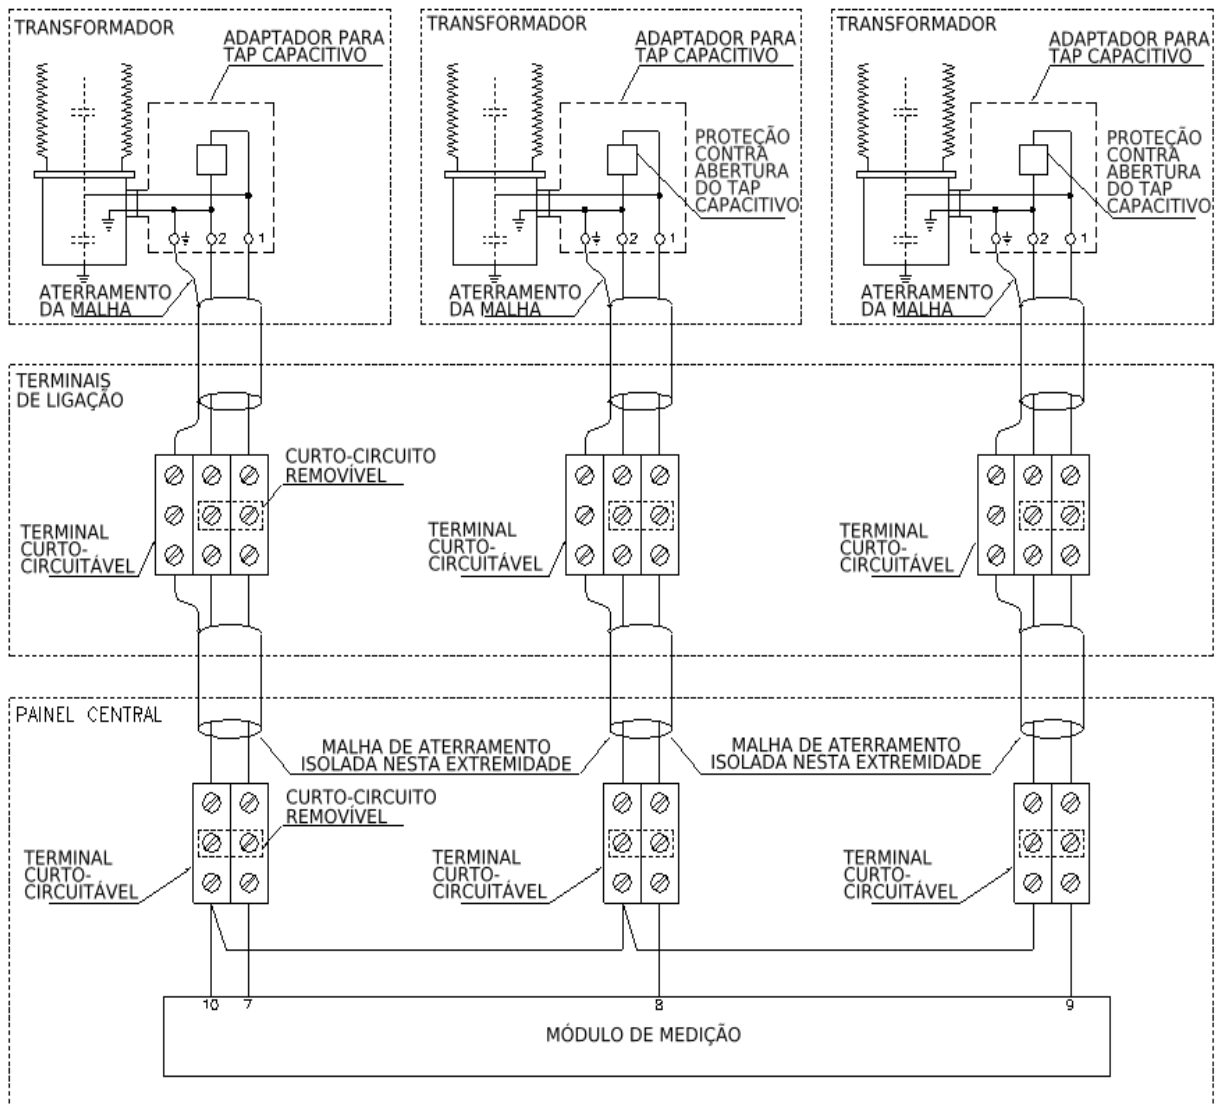

Figura 13 - Detalhes de conexão e aterramento da blindagem dos cabos de medição de correntes de fuga, utilizando bornes curto-circuitáveis.
**ATENÇÃO:** Em hipótese alguma o tap da bucha pode permanecer em aberto estando a bucha energizada. Por isso, é **altamente recomendado** que os cabos provenientes dos adaptadores de tap não sejam conectados diretamente aos módulos de medição, mas que sejam utilizados bornes intermediários do tipo curto-circuitável (como os utilizados para circuitos de transformadores de corrente). Vide Figura 13. Com isso é possível curto-circuitar os bornes intermediários e desviar as correntes de fuga, permitindo a retirada de operação do módulo de medição mesmo com as buchas energizadas.
Caso haja a necessidade de bornes intermediários para interligação da comunicação serial RS-485, entre os Módulos de Medição e o Módulo de Interface, e/ou do sensor RTD, também as blindagens dos cabos devem passar por bornes, evitando a interrupção delas. O trecho de cabo sem blindagem - devido à emenda - deve ser o mais curto possível. Ver Figura 13 e 14.